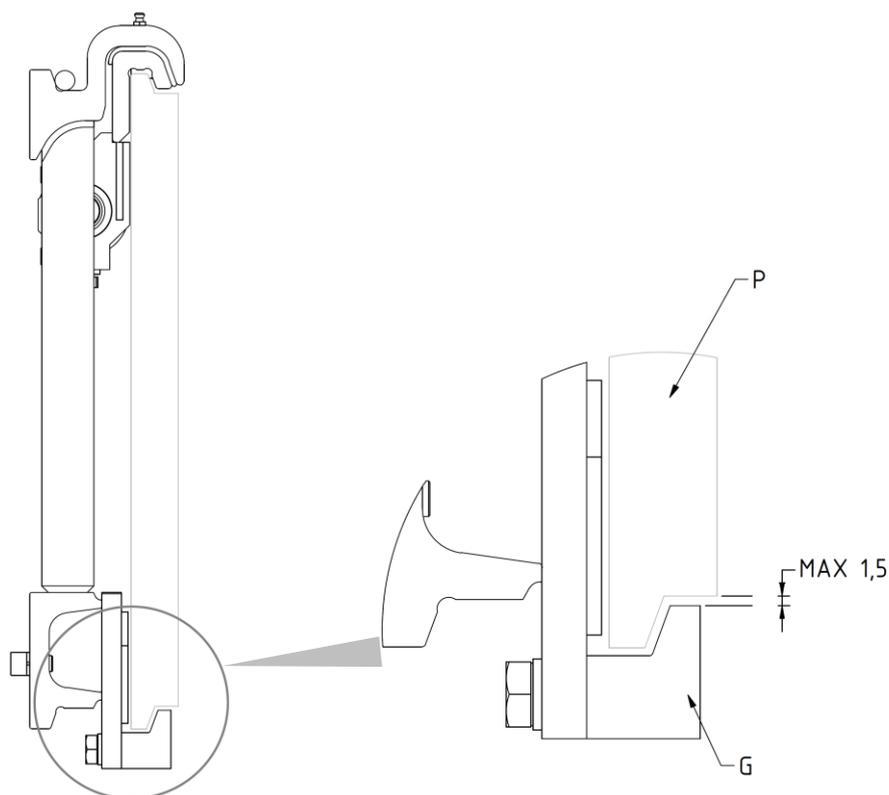
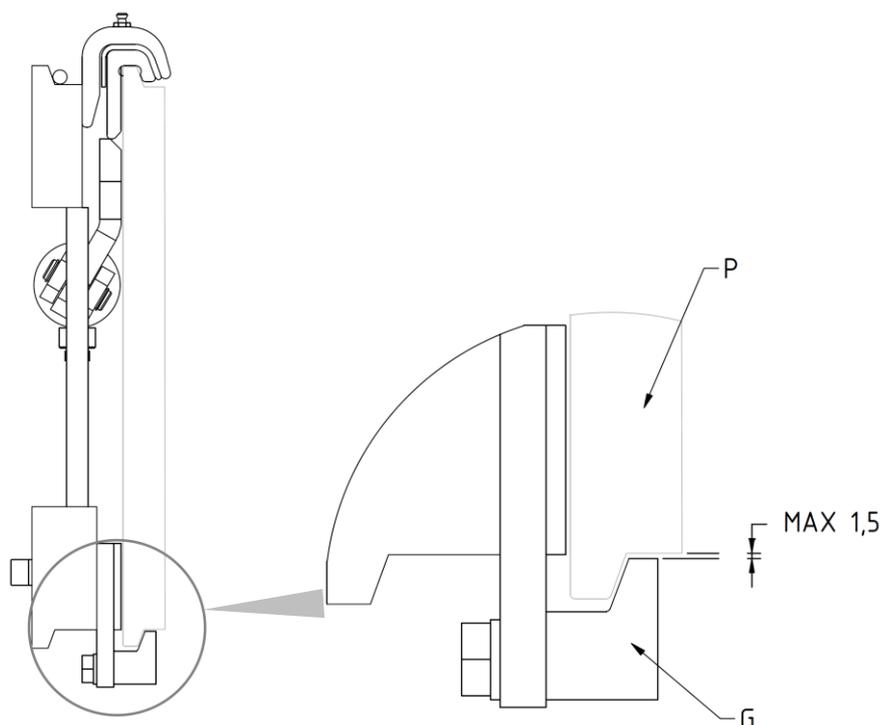

Figura 10
Figura 15
8. Riavvitare i 2 ganci inferiori **G** in modo che il corpo di questi rimanga agganciato anche inferiormente alla piastra porta forche **P** (con gioco max. 1,5mm, vedi *Figura 10*), serrando con coppia di serraggio indicata nella *Tabella 4*.
9. Riavvitare i 2 ganci inferiori **G** in modo che il corpo di questi rimanga agganciato anche inferiormente alla piastra porta forche **P** (con gioco max. 1,5mm, vedi *Figura 15*), serrando con coppia di serraggio indicata nella *Tabella 5*.
3. Controllare il gioco fra la parte inferiore della piastra porta forche e i ganci inferiori dell'attrezzatura, verificando che sia come indicato in *Figura 6* (pag.11), in *Figura 10* (pag.14) e in *Figura 15* (pag. 17) ed, eventualmente, intervenire sul serraggio delle viti che li sorreggono.